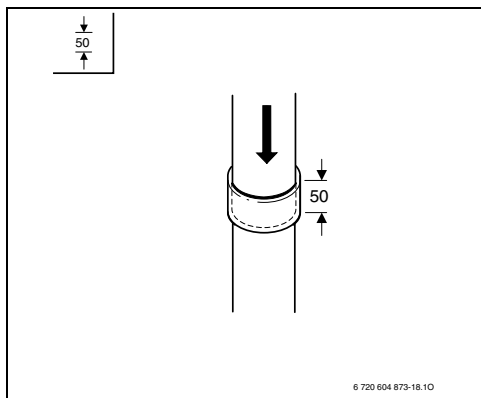

Рис. 36
- ▶ Установите дымовой комплект полностью на место (в данном случае глубина установки 50 мм) (Рис. 36).